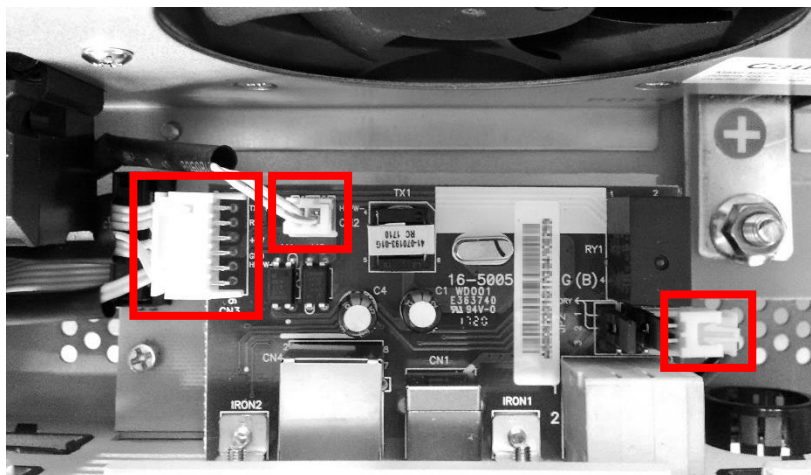

Abbildung 2: Stecker auf der Kommunikationsbaugruppe entfernen
2. Lösen Sie die drei Kabelstecker (ein 6-poliger und zwei 2-polige) der Kommunikationskarte wie in *Abb. 2* gezeigt. Achten Sie darauf, sie vorher zu markieren, damit sie später wieder richtig zusammengesetzt werden können. Die Kommunikationsbaugruppe ist auf jedem Solarix PLI-Wechselrichter vormontiert.